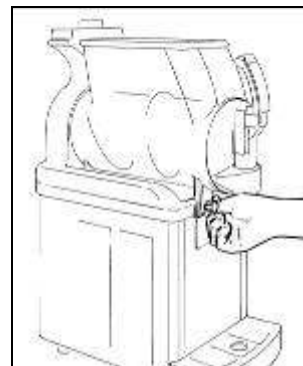

Fig. 24
- Fixer le bac en vissant les deux pommeaux à fond de leur course (fig. 24).